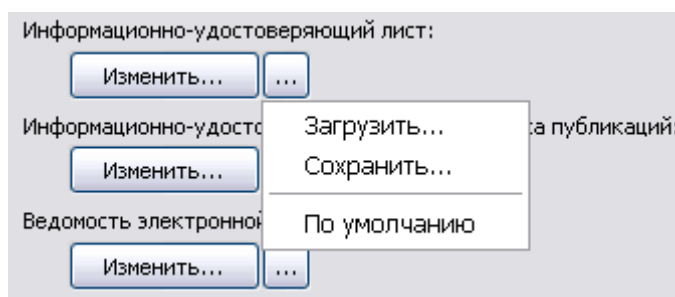

Рис. 1.23
- **Информационно-удостоверяющий лист**. Используется для сопровождения выпуска одного или комплекта электронных документов. Необходим для контроля целостности публикаций. В системе имеется стандартный шаблон информационно-удостоверяющего листа. Для его изменения нажмите на кнопку . После этого откроется файл word с названием signaturelist.doc, содержащий форму для заполнения информационно-удостоверяющего листа. При необходимости измените форму, сохраните и закройте файл. Кнопка  используется для загрузки шаблона из файла, сохранения шаблона в файл, загрузки формы информационно-удостоверяющего листа по умолчанию (Рис. 1.23).